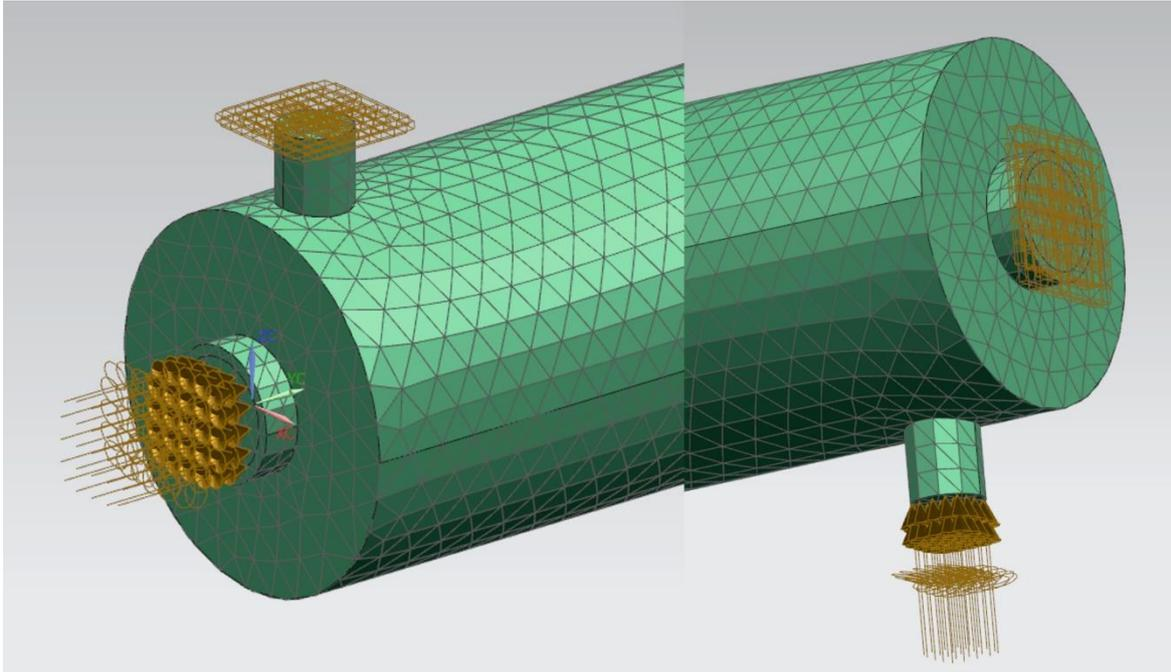

Рис. 4.2. Граничные условия потока при противотоке
6. Задайте граничные условия входящего потока греющего теплоносителя (рис. 4.2). Закладка панели инструментов **«Исходная»** – **«Тип объекта симуляции»** – **«Граничные условия потока»**. В открывшемся окне настроек **«Граничные условия потока»** выберите тип **«Входной поток»**, выберите грань куда входит поток. В группе **«Величина»** задайте скорость w_2 в м/с. Единицы измерения нужно перевести в соответствующий вид. Нажмите в группе **«Внешние условия»** кнопку справа **«Создание объекта моделирования»**. В окне **«External Conditions 1»** установите свойство **«Температура и влажность»** – **«Задать»**. Задайте значение температуры t_2 . Нажмите **«Ок»**.
7. С противоположной стороны трубки задайте граничные условия для выходного потока (рис. 4.2). Закладка панели инструментов **«Исходная»** – **«Тип объекта симуляции»** – **«Граничные условия потока»**. В окне **«Граничные условия потока»** выберите тип **«Открытие»**. Нажмите **«Ок»**.
8. Задайте граничные условия входящего потока нагреваемого теплоносителя (рис. 4.2). Закладка панели инструментов **«Исходная»** – **«Тип объекта симуляции»** – **«Граничные условия потока»**. В открывшемся окне настроек **«Граничные условия потока»** выберите тип **«Входной поток»**, выберите грань входного патрубка, куда входит поток. В группе **«Величина»** задайте скорость w_1 в м/с. Нажмите в группе **«Внешние условия»** кнопку справа **«Создание объекта моделирования»**. В окне **«External Conditions 2»** установите свойство **«Температура и влажность»** – **«Задать»**. Задайте значение температуры t_1 . Нажмите **«Ок»**.
9. С противоположной стороны для выходного патрубка задайте граничные условия для выходного потока (рис. 4.2). Закладка панели инструментов **«Исходная»** – **«Тип объекта симуляции»** – **«Граничные условия потока»**. В окне **«Граничные условия потока»** выберите тип **«Открытие»**. Нажмите **«Ок»**.